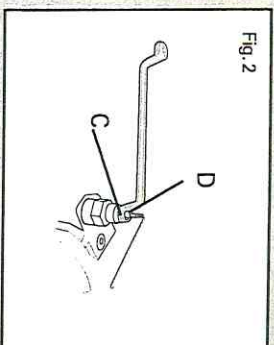

Fig. 2
- afloje la tuerca de fijación (Fig. 2 (C));
- atornille el tornillo de cabeza hendida (Fig. 2 (D)) hasta que quede al mismo nivel que la parte superior de la tuerca (C);
- apriete la tuerca (C).